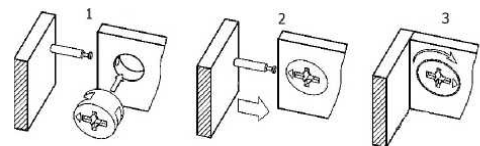

Рис. 4 - Соединение эксцентриковой стяжкой
- Соедините щиты жесткости (8) и брусок жесткости (9) с перегородкой (6) завернув эксцентрики (Рис.4).
- К цокольным брусьям (1), нижнему щиту (2), крышке (5), щитам жесткости (8), бруску жесткости (9) присоедините боковые стенки (3,4) на шканты, завернув эксцентрики (Рис.4).